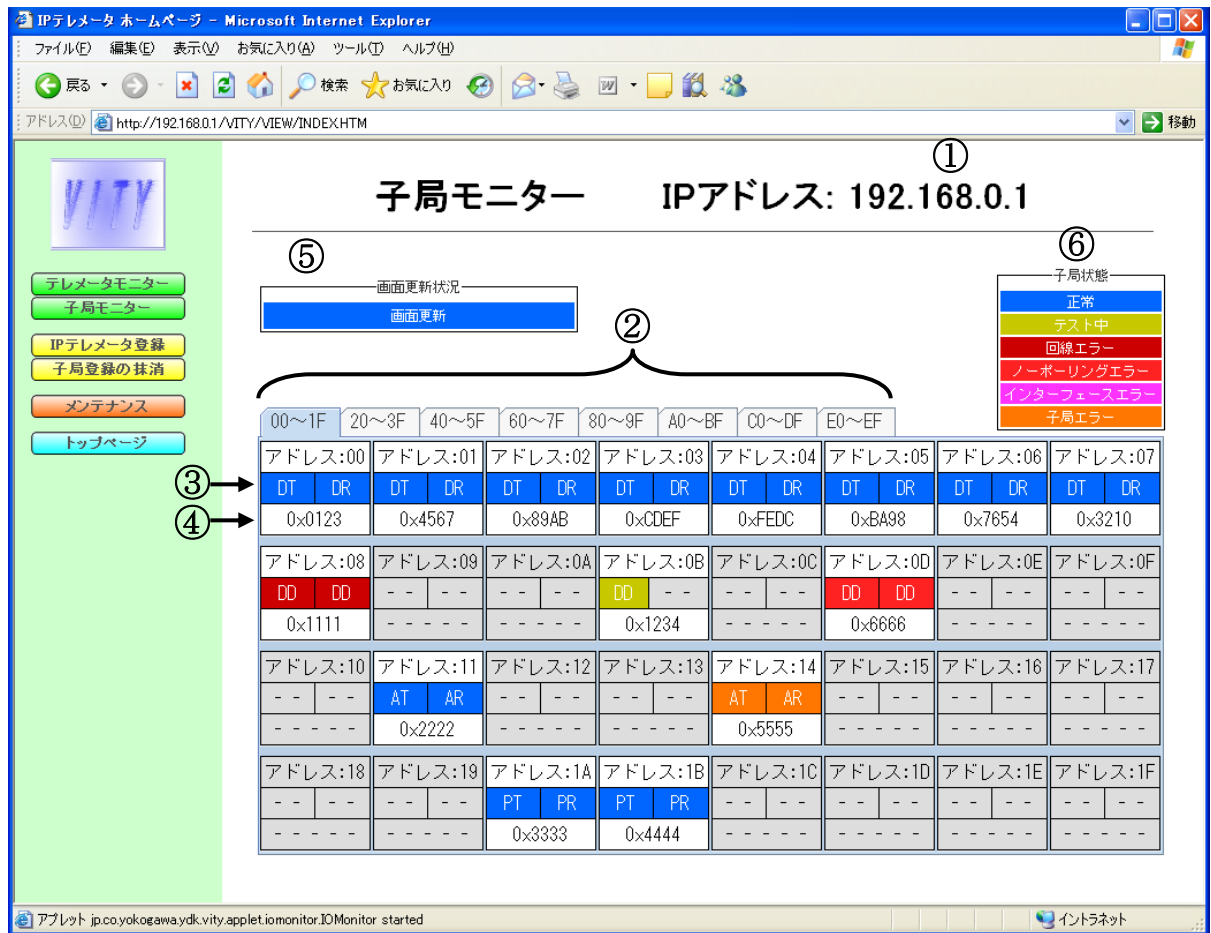
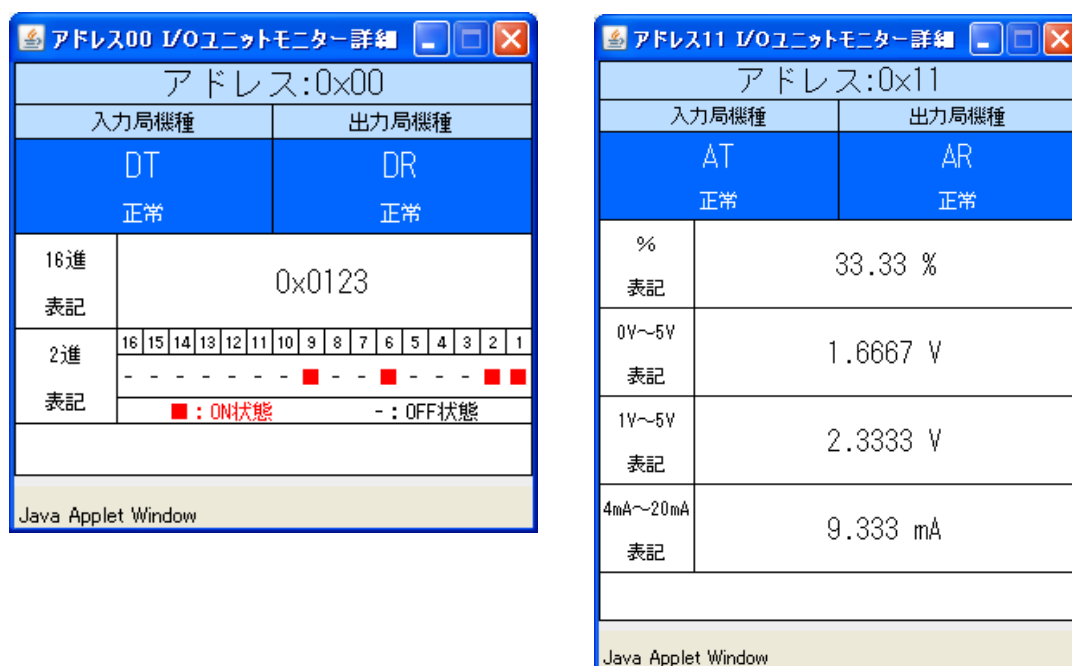

図 9.22 [子局モニター] 画面
図 9.23 [子局モニター詳細] 画面
- (1) [IP テレメータホームページ] 画面 (図 9.3) から“子局モニター”のリンクをクリックし、[子局モニター] 画面 (図 9.22) を表示します。
[子局モニター] 画面は、図 9.22 「[子局モニター] 画面」 のとおり構成されます。
- (3) [子局モニター] 画面 (図 9.22) の“**子局機種情報**”, “**I/O データ**”をクリックすると, [子局モニター詳細] 画面 (図 9.23) を表示します。[子局モニター詳細] 画面は, 機種に応じて I/O データを 2 進/10 進/16 進/電圧値に変換します。